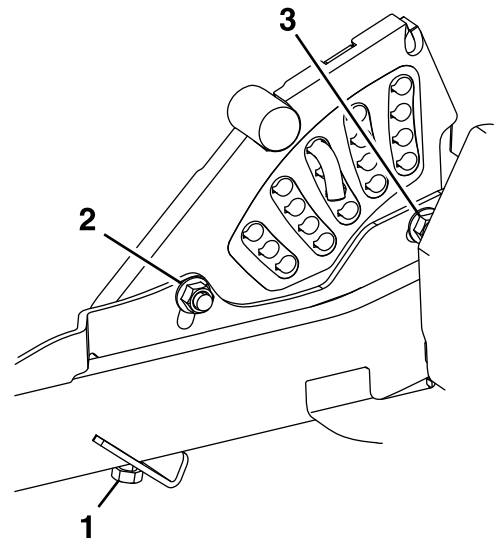

Figura 83
11. Si las 4 tuercas de ajuste de la carcasa no permiten lograr una altura de corte exacta con la inclinación necesaria, puede ajustar el sistema de ajuste de un solo punto (Figura 83).
12. Para ajustar el sistema de un solo punto, primero afloje los pernos de montaje delantero y trasero de la placa de altura de corte (Figura 83).
14. Apriete los 2 pernos en el borde inferior de la placa de ajuste de la altura de corte (Figura 83).